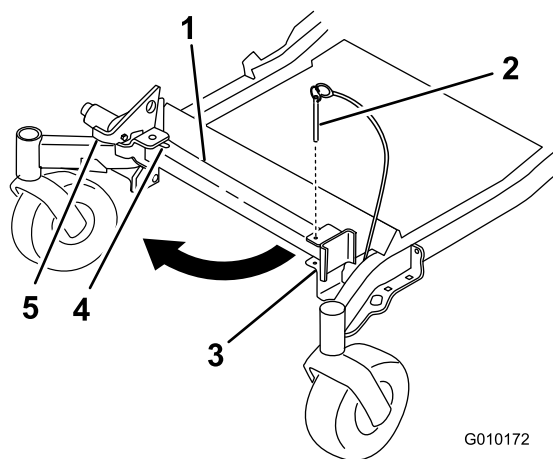
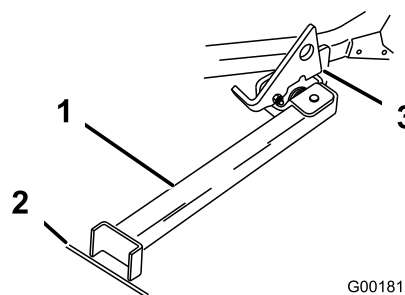

図 31
図 32
2. ブラケットピンを取り外す図 31。
3. ラッチを上げる。スタンドの足を前方に回し、機体のほうへ押し込むようにしてスロットの一番奥まで入れる図 31と図 32。
4. スタンドの足を床にセットし、ラッチをピボットタブに載せる図 32。
- 注** 舗道の継ぎ目部分やターフとの境目にスタンドの足を踏ん張らせるとよいでしょう図 32。
6. スタンドの上に乗上げる。ラッチがタブに落ちてロックされたら停止する図 32。機体がスタンドに載ったら、駐車ブレーキを掛け、エンジンを停止させる。
5. スタンドを収納位置に戻す図 31。